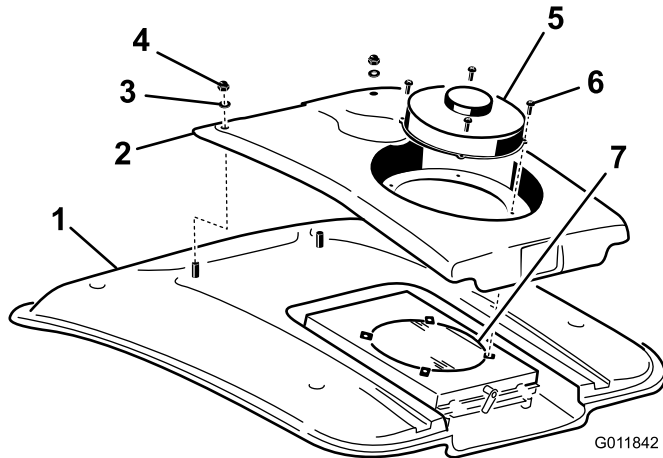

図 56
2. ファンとコンデンサカバーをファンマウントに固定しているネジ (4本) を取る (図 56)。
4. コンデンサカバーの前部をキャブの屋根に固定しているナット (2個) とワッシャを外す (図 56)。
8. スクリーンを圧縮空気でていねいに洗浄する (図 56)。